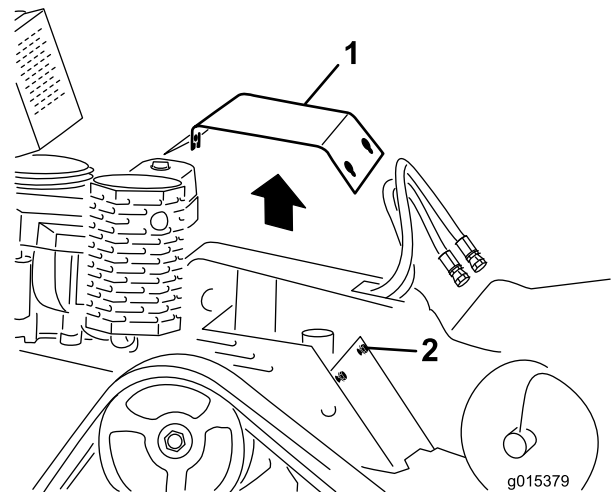

Bild 21
4. Lösen Sie die 3 Schrauben, mit denen die Abdeckplatte am Rahmen befestigt ist, bis die Abdeckung nicht mehr befestigt ist (Bild 21).
6. Schieben Sie die Abdeckplatte in die richtige Stellung und befestigen sie mit den drei vorher gelösten Schrauben, um die Abdeckplatte vor dem Einsatz der Maschine zu montieren (Bild 21).